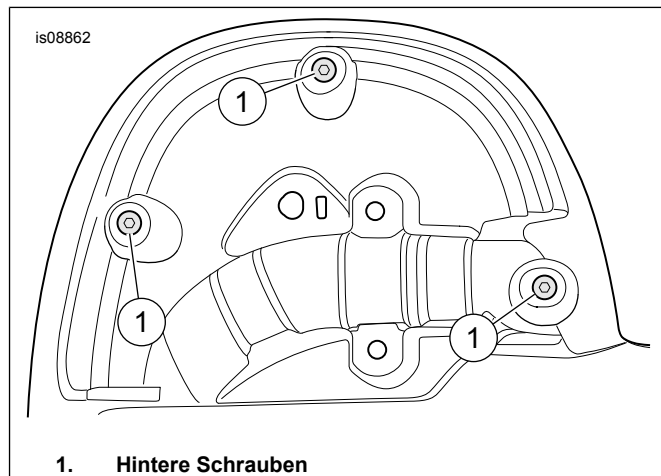

Abbildung 1. Hintere Schrauben
1. Siehe Abbildung 1. Von der Rückseite der Verkleidung hintere Schrauben (1) entfernen.